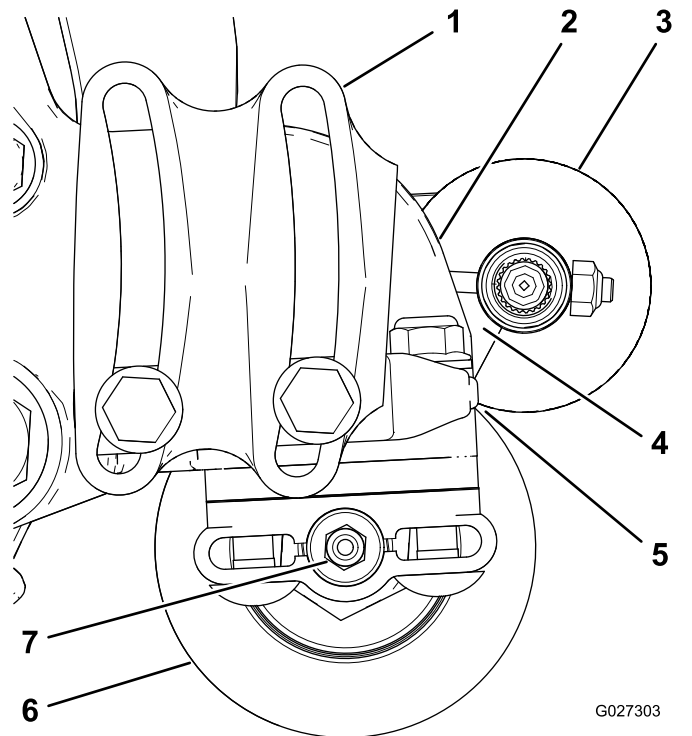

Bild 12
2. Positionieren Sie die Rollenbürste so, dass sie die Heckrolle berührt oder aufliegt (Bild 12).